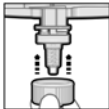
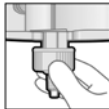

Fig. 3
Fig. 4.1
5. Une fois l'embout mélangeur correctement positionné (fig. 3), pousser la bague de fixation Dynamix sur l'embout mélangeur jusqu'à la butée et la tourner vers la droite ($\frac{1}{4}$ de tour) jusqu'à verrouillage complet (fig. 4.1, 4.2, 5)